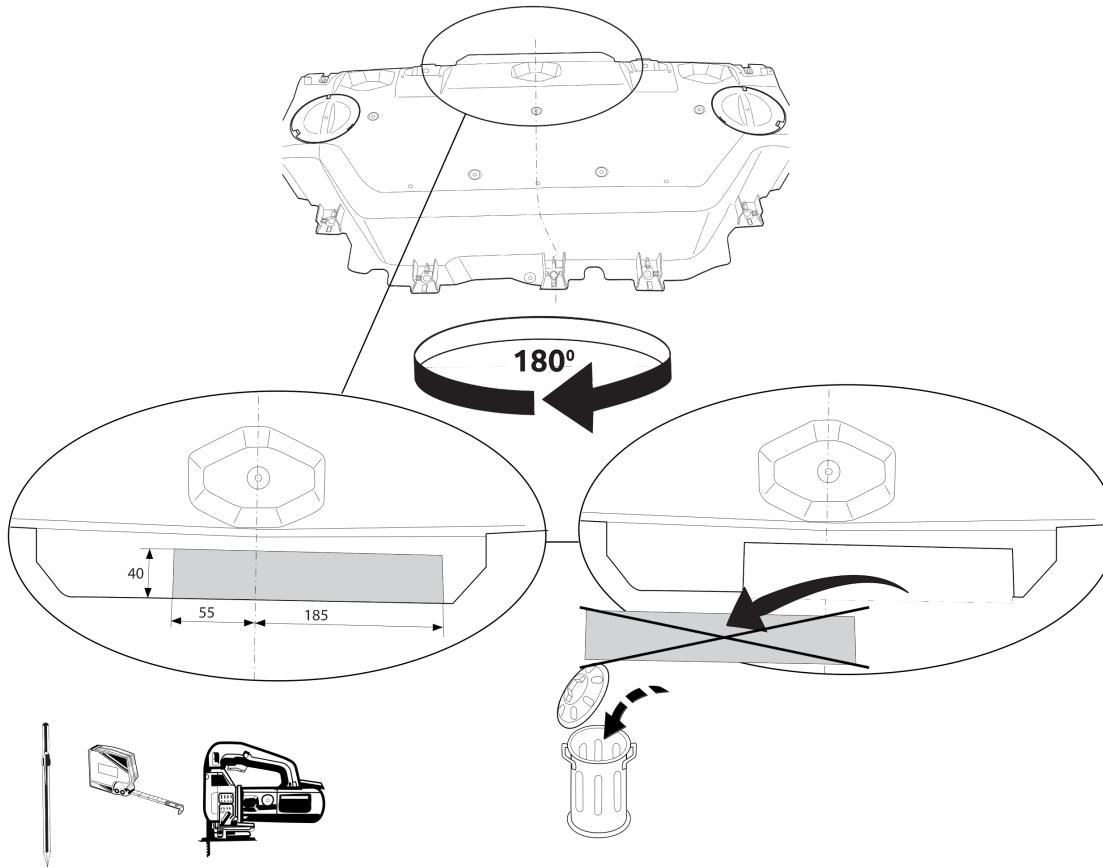

Fig. 5
- Отпилить обозначенную часть, как указано на рис. 5.